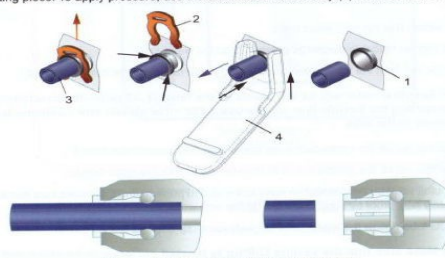

Figure 7. Disconnection of JG tubes
**Disconnessione dei tubi JG (Fig.7)** Estrarre la clip di bloccaggio (2) dal tappo di plastica (1), quindi estrarre il tubo (3) esercitando pressione sulla faccia del pezzo di collegamento. Per applicare la pressione, utilizzare la chiave di scollegamento del tubo (4) o altro oggetto simile.